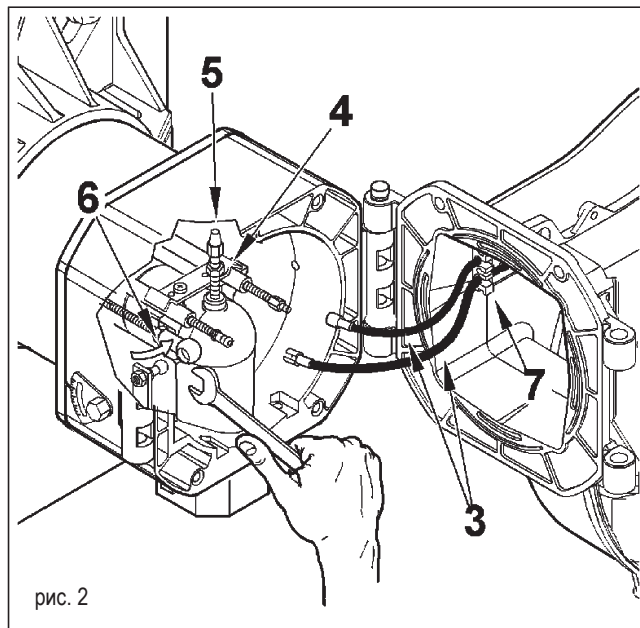

рис. 2
Используя тот же ключ, поверните шаровой шарнир (6) в направлении, указанном стрелкой, и отцепите рычаг продвижения головки горения (смотри рисунок 2).